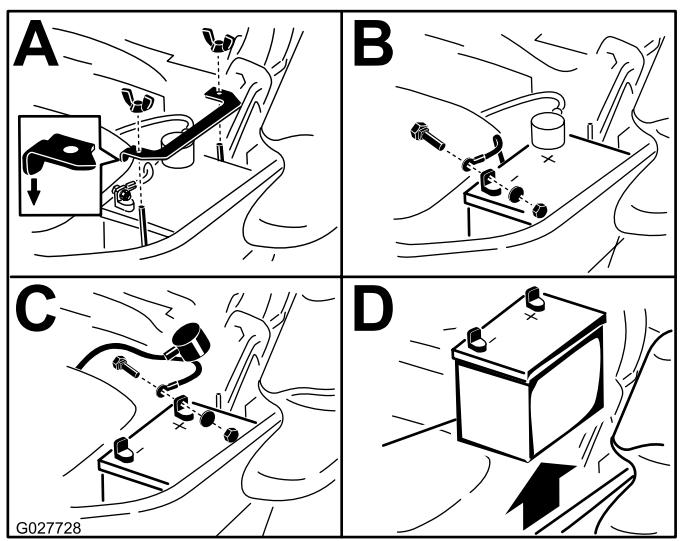

Figure 56
**Remarque:** Placez la batterie dans son support en tournant les bornes à l'opposé du réservoir hydraulique (Figure 56).